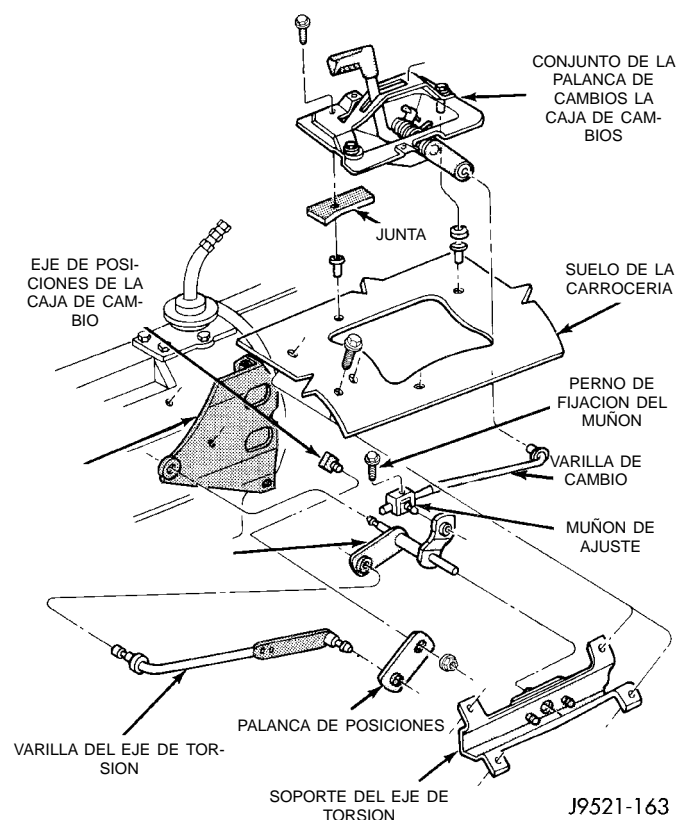

Fig. 97 Articulación de la palanca de cambios
- (1) Conmute la caja de cambios a la posición 4L.
- (2) Eleve el vehículo.
- (3) Afloje el perno de fijación situado en el muñón de ajuste (Fig. 97).